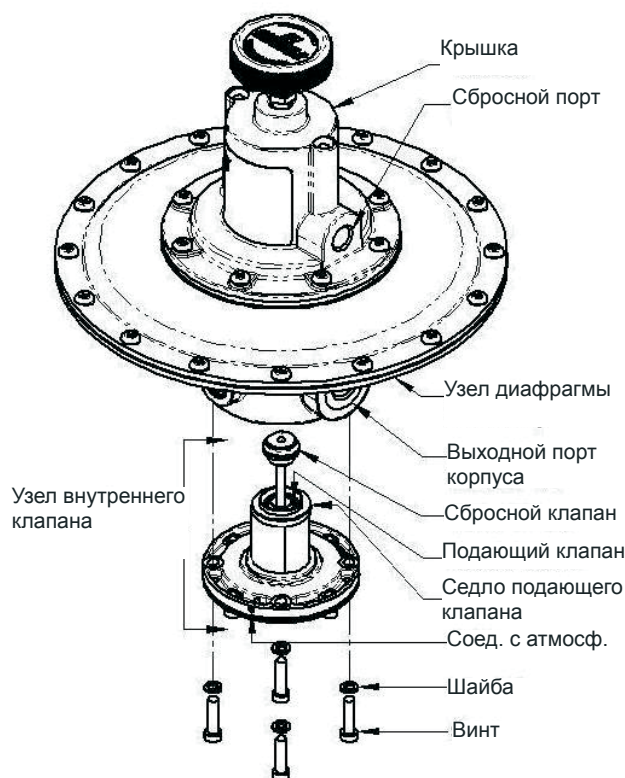

Рис. 2. Детальный чертеж регулятора 4100
2. Вывинтите и снимите 4 винта и шайбы (между отверстиями) на нижней части блока. Для большей информации см. Рис. 2.
Для большей информации см. Рис. 2..
Для большей информации см. рис. 2.